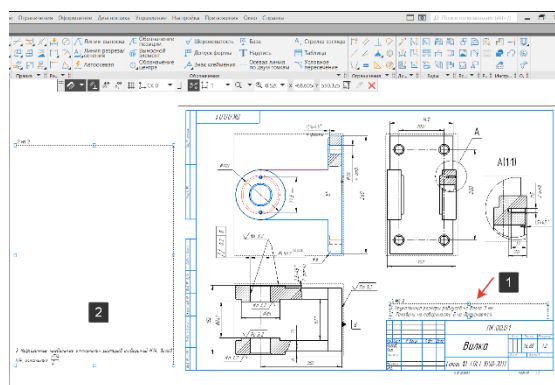

Рисунок 279 – Дополнительные страницы тех. требований
- Переместим реперную точку (1) вниз (изменим размер страницы технических требований). Автоматически появится второй лист (2), который также можно перемещать и изменять размеры (Рисунок 279);